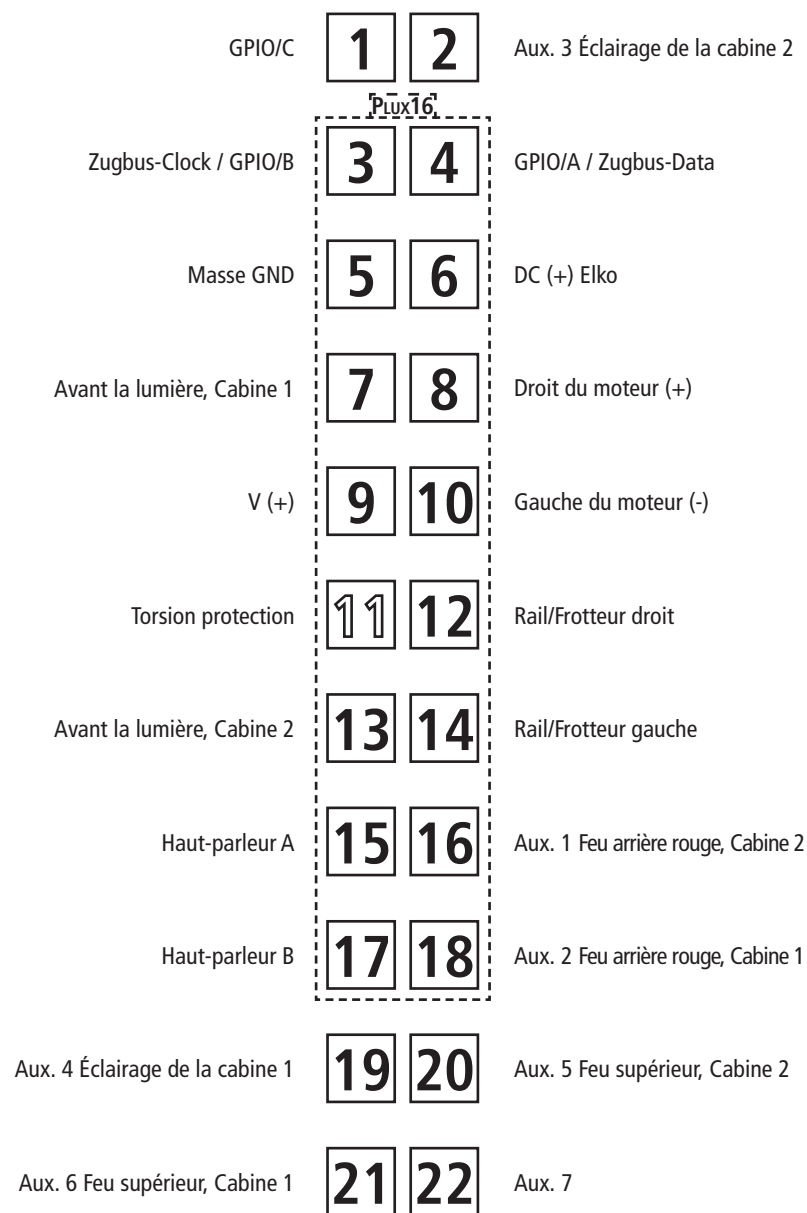

Fig. 10
**2. Schmierung:** Versehen Sie die im Schmierplan in Fig. 10 gekennzeichneten Stellen mit nur **kleinen Öltropfen**. Dazu zuerst das Lokgehäuse abnehmen (Fig. 3). Wir empfehlen den **ROCO Öler Art.-Nr. 10906**. Fürs Schmieren der Getriebeteile (Zahnräder, Schnecke) empfehlen wir das **ROCO-Spezialfett Art.-Nr. 10905**. Im Falle der Schmierung diese Teile **nicht ölen**.
**2. Lubrication:** Apply **tiny oil drops** to spots marked in fig. 10. Prior to lubrication dismantle locomotive (fig. 3). We recommend using item no. **10906, Roco oiler**. For lubrication the gearparts (e.g. cogwheels, worm) we should recommended our Roco **special grease** (item no. **10905**).
**2. Graissage:** N'appliquez **qu'une tout petite goutte** aux endroits indiqués par le plan de graissage (fig. 10) après avoir démonté la caisse de la locomotive (fig. 3). Nous vous recommandons **le graisseur à huile Roco réf. 10906**. Pour graisser les engrenages (roues dentées, vis sans fin) nous vous conseillons la **graisse spéciale Roco réf. 10905** pour engrenages en matières synthétiques. Lorsque vous utilisez cette graisse il faut éviter d'huiler ces composants.